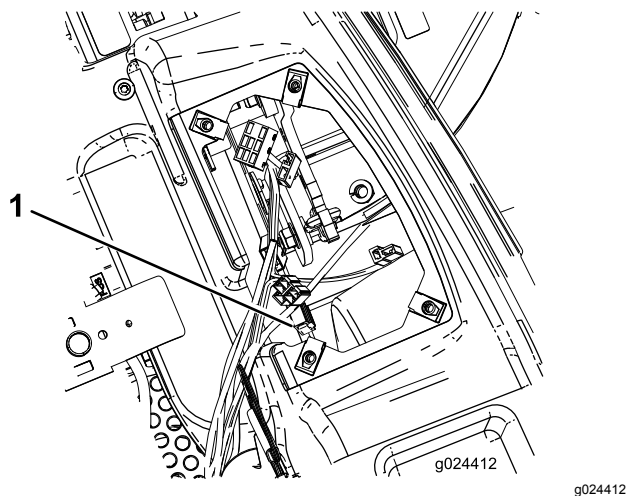

Figure 47
3. Tirez le fusible du moteur bien droit hors du porte-fusibles (Figure 47).